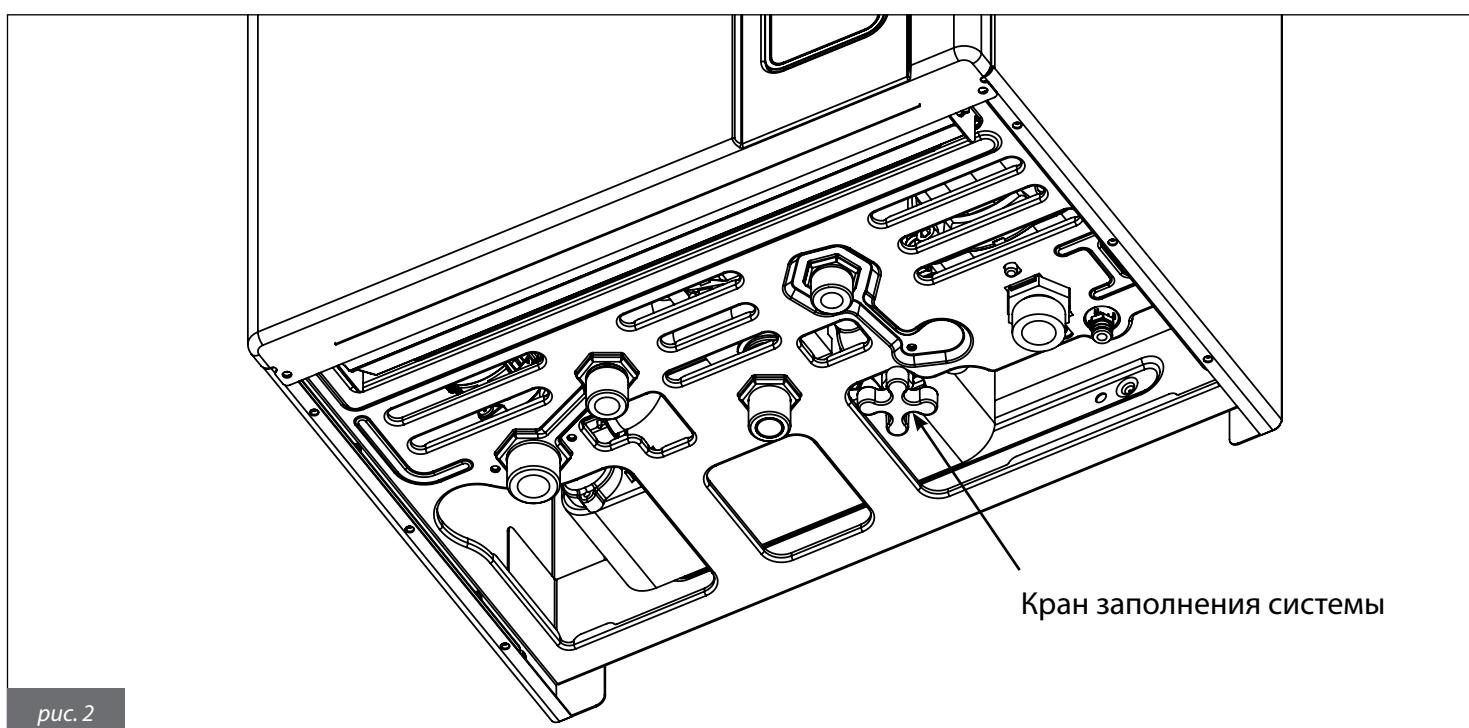

рис. 2
При этом на дисплее появятся коды неисправности **E04** (который обозначает срабатывание датчика давления). Необходимо увеличить количество воды, циркулирующей в системе, с помощью крана заполнения системы (рис. 2). Ошибка **E04** появляется, если давление в системе опускается ниже значения 0,4 бар, и исчезает автоматически, если давление в системе вновь достигает уровня 1,0 бар. на охлажденном котле значение давления воды должно составлять 1-1,3 бар.
- открутить кран заполнения системы (рис. 2) движением против часовой стрелки с целью поступления воды в систему;